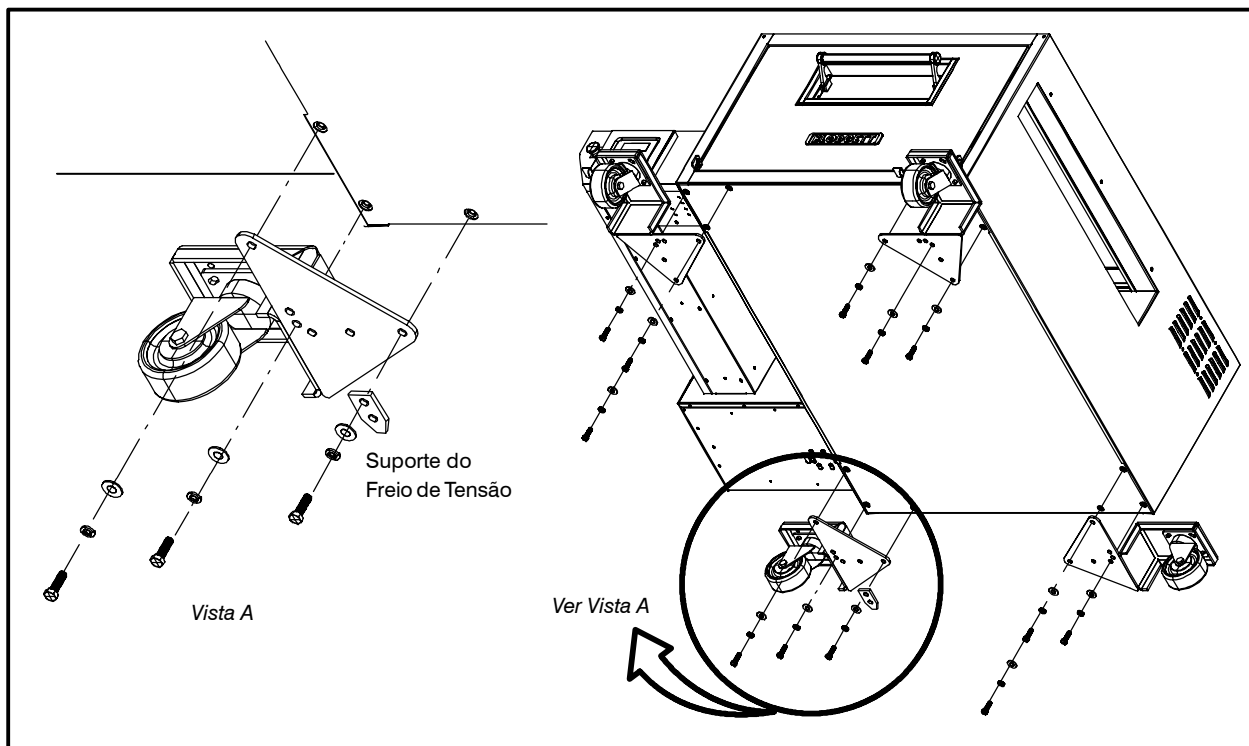

Figura 5
1. Monte as rodas no forno com parafusos 3/8-16 x 0,125, parafusos de segurança e parafusos para os pés. Veja a Figura 5 para a correcta orientação acerca das rodas.
Nos modelos a gás prenda o suporte do freio ao pé traseiro esquerdo tal como se vê na Figura 5.